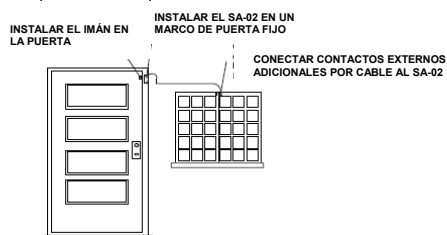

Figura 2: Seleccionando una Ubicación
- 1) Seleccione una PUERTA o VENTANA en aquella habitación o aquel pasillo que mejor se adecue a los criterios que se establecen en el apartado 3 (ver **Figura 2**).